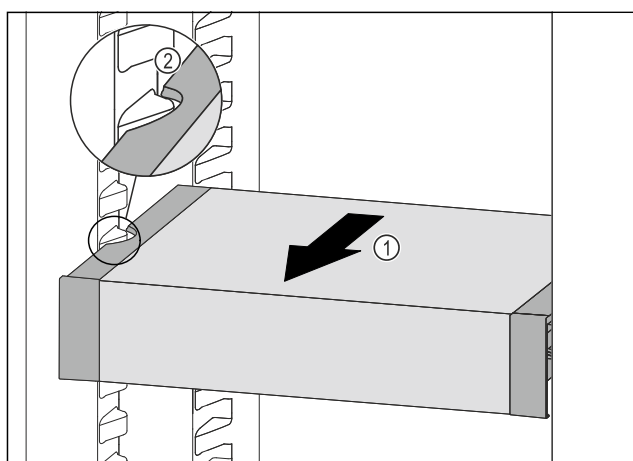

Fig. 109
- Tirer le VarioSafe vers l'avant Fig. 109 (1) jusqu'à ce que les encoches latérales du VarioSafe se trouvent au niveau de la nervure du bac dans la partie réfrigérateur. Fig. 109 (2)